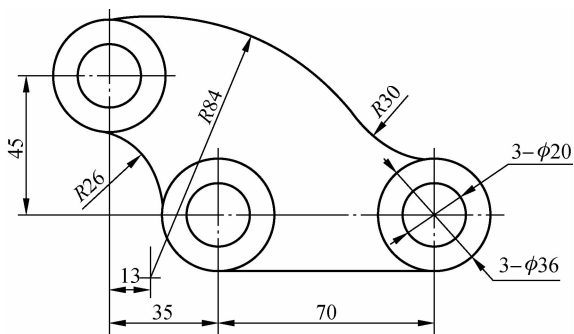

图 1-1-2
1. 在抄画图 1-1-2 所示的平面图形时,首先应对图形进行分析,下列分析中正确的有()。